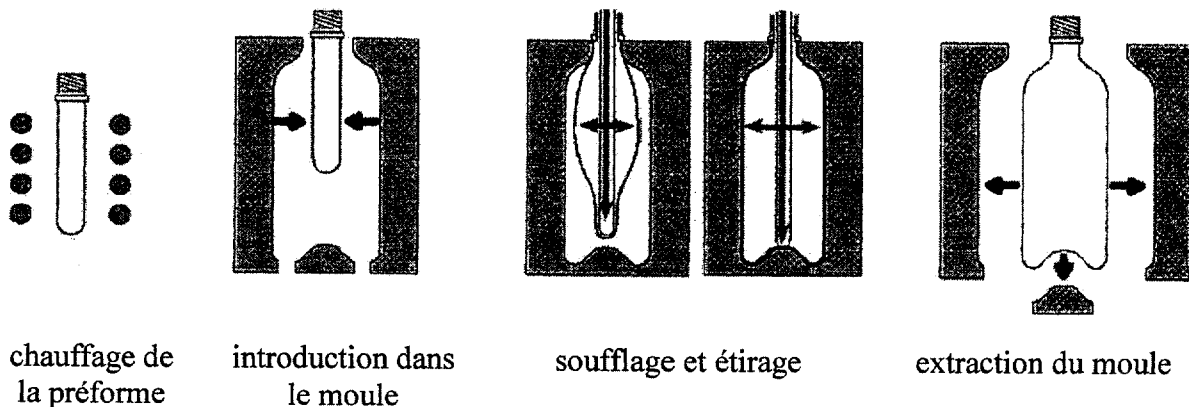

Figure 1
Cette machine, automatiquement alimentée en préformes, réalise les étapes suivantes (voir figure 1 ci-dessous):
2. Déterminer le couplage à réaliser sur un réseau triphasé 230 V / 400 V – 50 Hz. Justifier. Représenter le couplage et la connexion au réseau sur la figure 1 du document réponse 1 page 8.